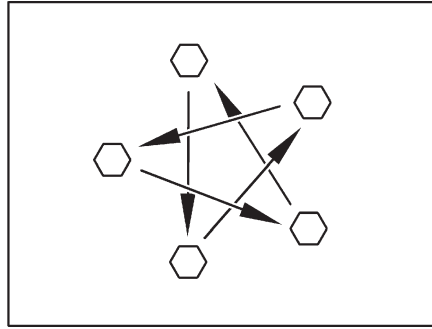

Fig. 179 Apretar las tuercas o los tornillos de las ruedas en forma de cruz
- Comprobar periódicamente que las tuercas o tornillos de las ruedas estén firmemente apretados. Reajustar en forma de cruz (Fig. 179) las tuercas o tornillos después de cambiar una rueda, al cabo de 50 km. Par de apriete, véase apartado 15.5.2.
- ▶ Apretar en forma de cruz las tuercas o los tornillos de las ruedas (Fig. 179).